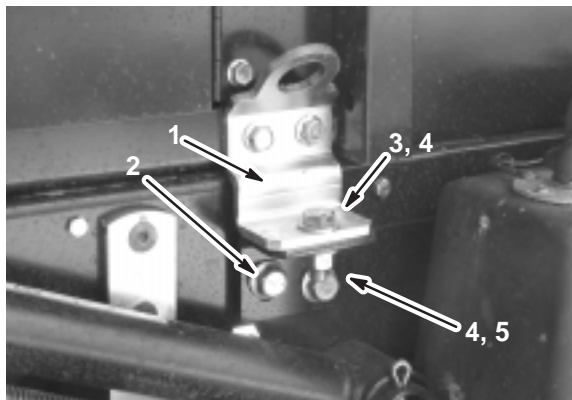

Figura 20
11. Fije el conjunto del patín del depósito al bastidor con un perno (1/2 x 1-1/2 pulgada), dos arandelas (1/2 pulgada), y una contratuerca (1/2 pulgada) según muestra la figura 20.